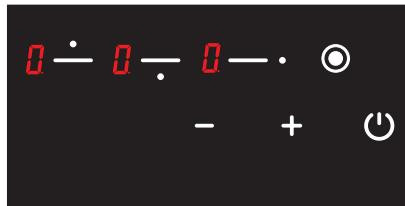

Рис. 19
3. Значок відображається на всіх індикаторах (Див. рис. 19). Значки **L** і **H** відображаються у разі, якщо будь-яка конфорка є гарячою.